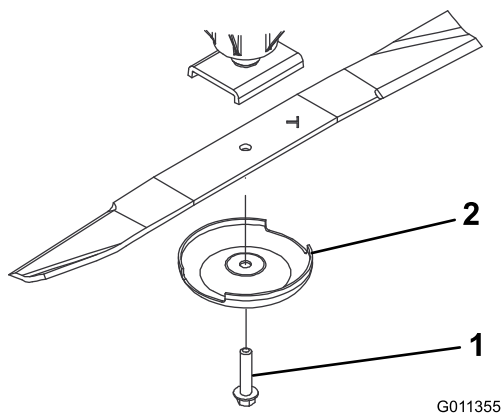

Figura 74
3. Scoatei urubul lamei, cupa anti-scalp i lama de pe arborele axului (Figura 74).